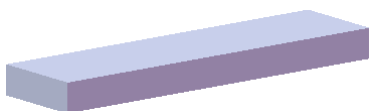

图 17.10.38 凸台—拉伸 1
Step2. 创建图 17.10.38 所示的零件基础特征——凸台—拉伸 1。选择下拉菜单 **插入(I)**